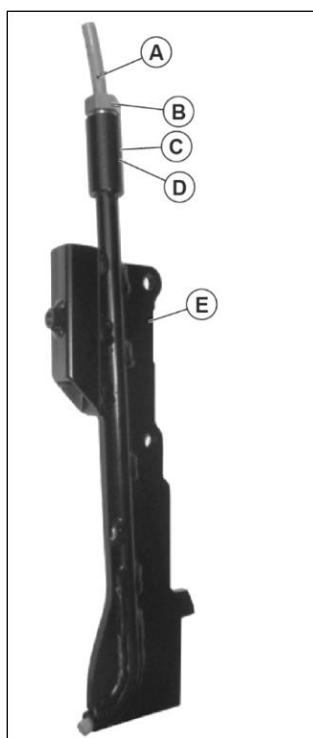

Fig. 4
1. O-ring (D)
2. Avstandsstykket (C)
3. Låsemutter (B)
Med mutteren litt løs setter du inn røret (A) til det går ca. 5 mm ut fra den nederste delen. Deretter trekker du til mutteren med en 17-skiftenøkkel, og røret låses. I Fig. 4 kan du se kabellederen riktig montert. Du kan nå gå videre til å feste kabellederen til maskinstrukturen.